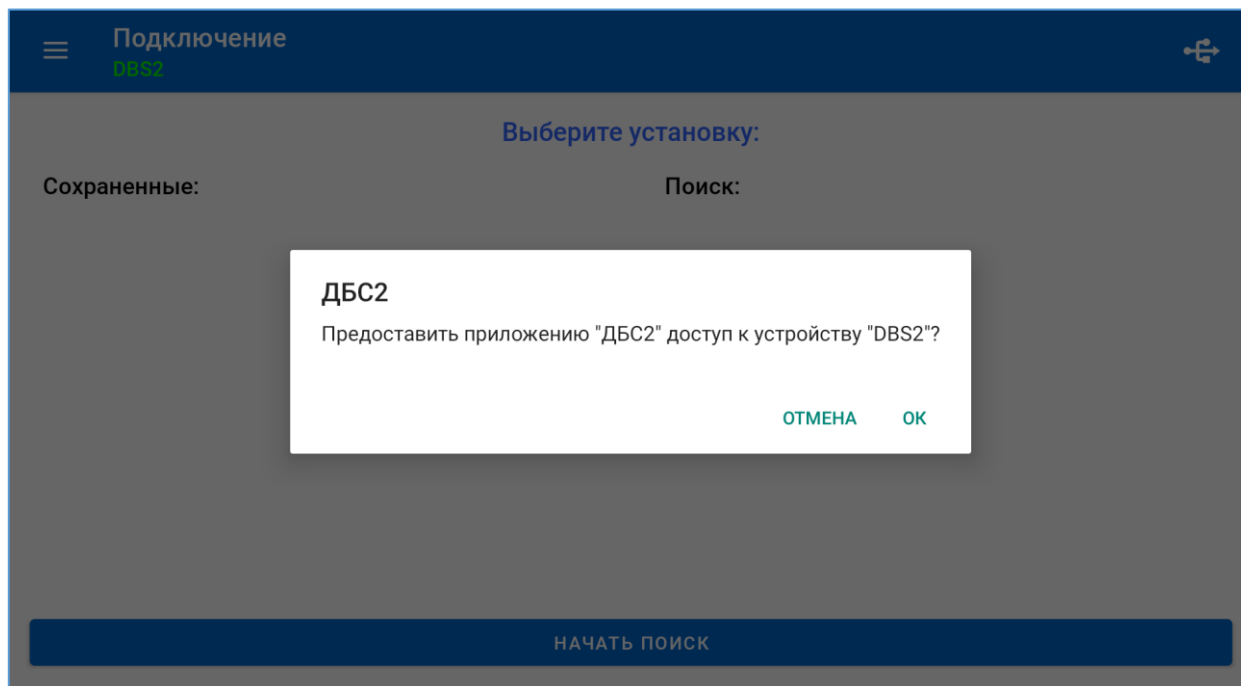

Рисунок 12 – Экран подтверждения доступа приложению к измерительному блоку по интерфейсу USB
- Для установления соединения ИБ с ПЛК по интерфейсу USB, запустить приложение ДБС и при подключении USB-кабеля к ПЛК, подтвердить соединение в появившемся уведомлении на экране (рис.12).
- 3) При появлении соответствующего уведомления на экране запущенного приложения ДБС на ПЛК, необходимо подтвердить соединение кнопкой ОК (рис.12);